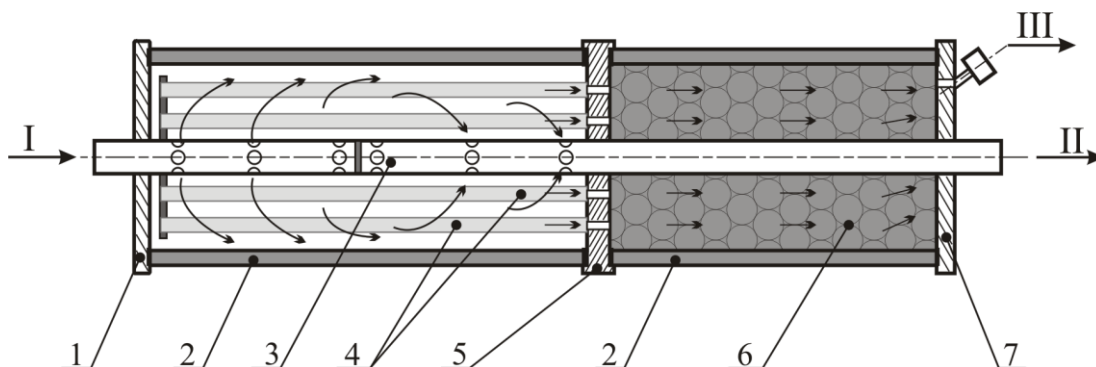
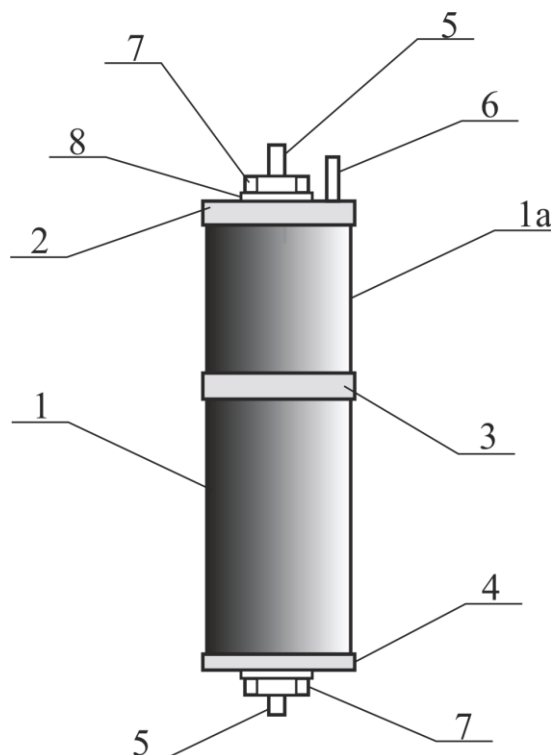

Рис. 1. Схема аппарата «АкваКон 0,1у» в разрезе.
Рис. 3. Внешний вид аппарата.
Для очистки исходная вода, при закрытом кране на штуцере **II** и открытом кране на штуцере **III**, подается в штуцер **I**, проходит через центральную распределительную трубу **3** (рис.1) и поступает в межтрубное пространство.
5.3. Перед монтажом аппарата необходимо протянуть гайки **7** до упора (см. рис.3). Подача (соответственно, вывод) воды в аппарат может осуществляться как в штуцер **I**, так и в штуцер **II** (см. рис.1) – в зависимости от целей применения и условий монтажа. Расположение аппарата может быть любое – в зависимости от условий монтажа (горизонтально, вертикально, под углом).
7.1. Если в процессе эксплуатации аппарата возникает необходимость в его разборке и сборке, следует помнить, что в аппаратах установлены керамические трубчатые элементы малого диаметра (6÷10 мм), поэтому все операции по обслуживанию, эксплуатации и транспортировке аппаратов требуют особого внимания. На рис. 3 показан порядок разборки аппарата.
7.2. Блок керамики представляет собой неразбираемую часть аппарата, состоящую (см. рис.1) из центральной распределительной трубы, фланца-решетки и укрепленных в ней на герметическом компаунде керамических мембран. Для того чтобы вынуть керамический блок из аппарата, необходимо выполнить следующее:
- чуть ослабить нижнюю гайку **7** (см. рис.3);
- снять крышку фильтра 2, отвернув верхнюю гайку 7 (см. рис.3);